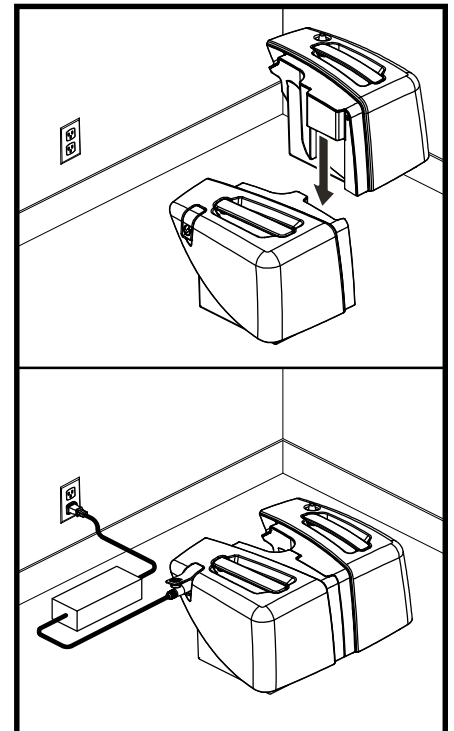

Abb. 19. Aufladen der Batterie (Modelle 66 und 67)
**HINWEIS:** Modelle 66 und 67, beide Batterieboxen können vom Scooter abgenommen und dann zum einfachen Aufladen miteinander verbunden werden. Siehe Abb. 19.